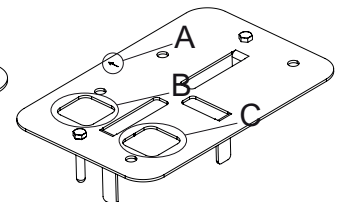

Abb. 4D
- 4) Die Platte so ausrichten, dass der darauf angebrachte Pfeil (Pos. A) zur Zahnstange gerichtet ist (Abb. 4D).
- 5) Die Wellrohre für die Durchführung der Kabel in die quadratische Sollbruchstelle (Pos. B) einführen; die Sollbruchstelle ermöglicht die Aufnahme eines Wellrohrs mit Durchmesser 32 mm und eines mit Durchmesser 25 mm. Sollte die Notwendigkeit bestehen, weitere Wellrohre einzuführen, so kann die zweite quadratische Sollbruchstelle (Pos. C) an der Platte (Abb. 4D) aufgebrochen werden. Die Wellrohre müssen um 5 cm aus der Platte herausragen.